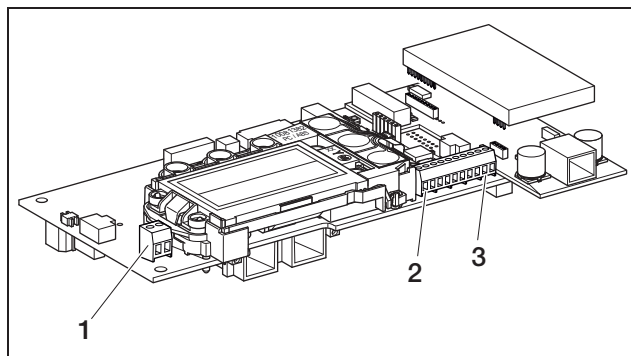

Abbildung 62: Anschlüsse Kommunikationsboard II
- Schließen Sie die Leitungen an der entsprechenden Klemme (Abbildung 62, Position 1) an.
- Schließen Sie die Leitungen entsprechend der Anschlussbelegung (Tabelle 11) an der Klemme (4 in Abbildung 62) an.